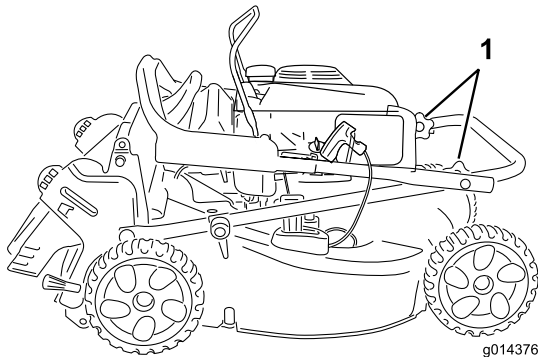

Bild 3
1. Lösen Sie die Handrader des oberen Griffs (Bild 3).
3. Ziehen Sie die Griffhandräder mit der Hand fest (Bild 3).